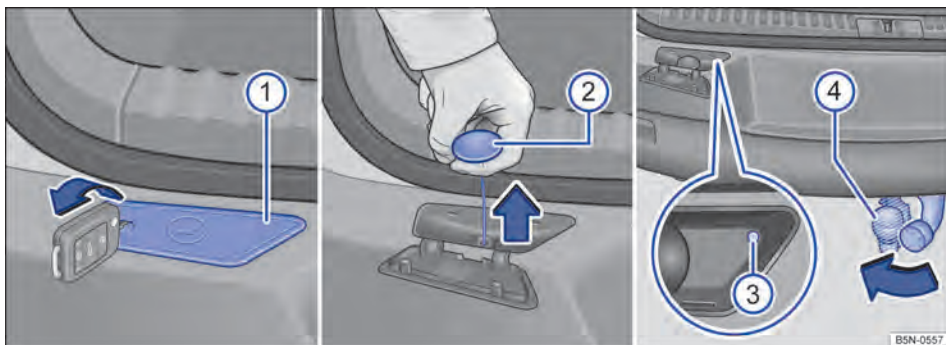

Fig. 110 No para-choque traseiro: girar a rótula para fora.
- Introduzir um objeto adequado (haste da chave, chave de fenda, etc.) na abertura da cobertura ⇒ Fig. 110 ① e remover a cobertura do para-choque na direção da seta.